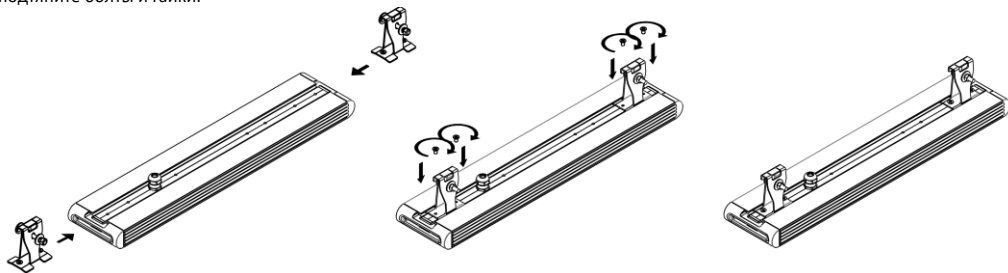

Рисунок 8 – Установка крепления Трос (на примере Element 0,5x1).
5.9.1. Распакуйте крепление и установите на светильнике (см рисунок 8). Заведите крепление в паз на корпусе светильника. Для фиксации крепления на корпусе светильника имеются 4 отверстия. Совместите отверстия на креплении с отверстиями на корпусе. Шаг между винтами на креплении должен совпасть с шагом между винтами на корпусе. Вкрутите четыре винта M5, идущих в комплекте для фиксации крепления на корпусе светильника. Крепление должно встать симметрично поперечной оси светильника (см рисунок 4, e)